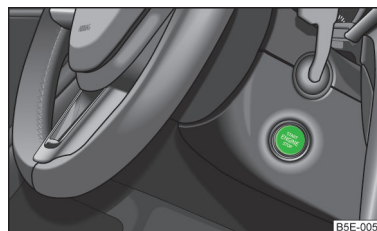

Fig. 91
- Oprțiți motorul, respectiv decuplați contactul prin apăsarea butonului de pornire » fig. 91.
➤ Apăsați scurt butonul de pornire » fig. 91 la pagina 97, se cuplează contactul.
➤ Apăsați scurt butonul de pornire » fig. 91 la pagina 97, se decuplează contactul.
➤ Apăsați butonul de pornire » fig. 91 la pagina 97 timp de peste 1 secundă dau de două ori în interval de 1 secundă.
➤ Apăsați scurt butonul de pornire » fig. 91 la pagina 97, motorul pornește.
➤ Opriti motorul apăsând butonul de pornire » fig. 91 la pagina 97, simultan se decuplează și contactul.